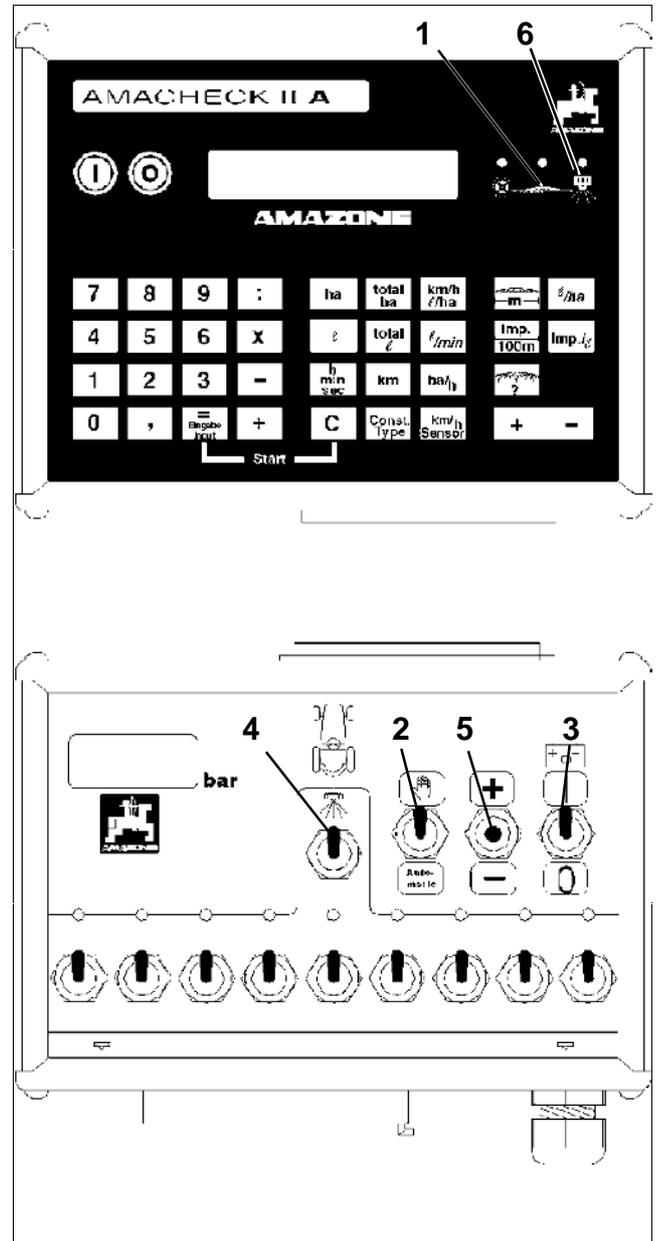

Fig. 7.18
- Interruptor para la conexión y desconexión central de varillaje de rociado (Fig. 7.18/4) en la caja de distribución en posición "0" (DESCONECTADO).